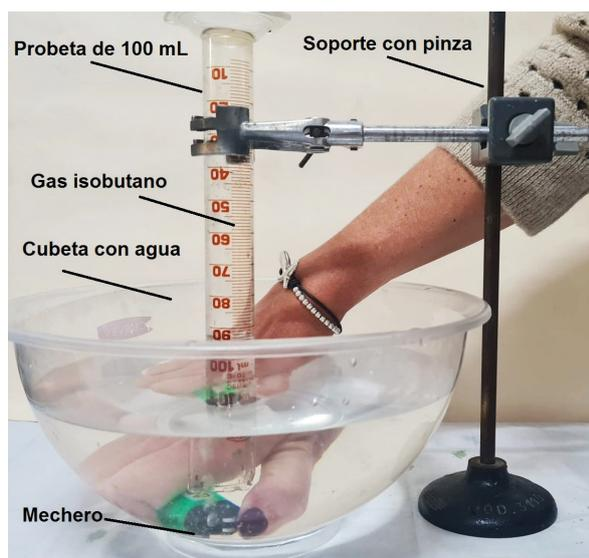

Figura 6. Montaje para la determinación experimental de la masa molar del isobutano.
5. Sumergir el mechero hasta colocarlo justo en la boca de la probeta y presionar con el dedo la salida del gas, para que burbujee en el interior y ascienda, hasta almacenar unos 90 mL de gas (Figura 6).